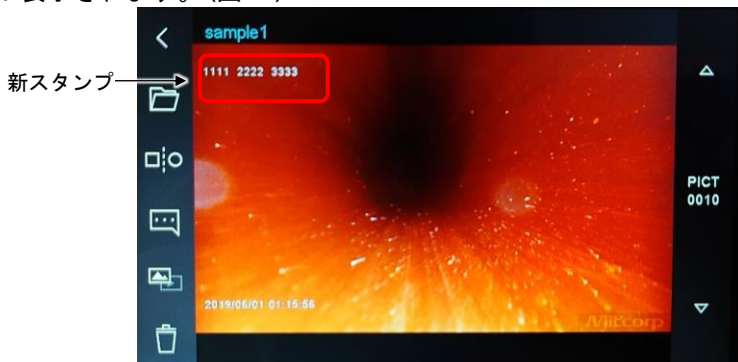

図 33
5. 静止画／動画を撮影している時や、保存された静止画／動画にはスタンプが表示されます。(図 33)